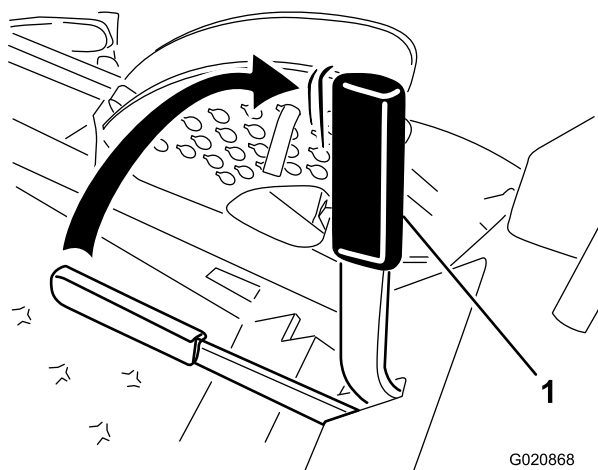

Figura 13
2. Puxe para cima e para trás a alavanca do travão de mão (Figura 13).